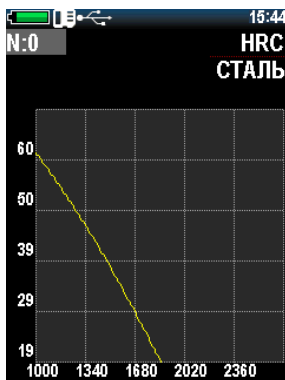

Рисунок 2.41 – Удаление пользовательской градуировки
11. Для удаления пользовательской градуировки, перейдите в режим пользовательской градуировки и установите значение 0 для параметра N (рис. 2.41).